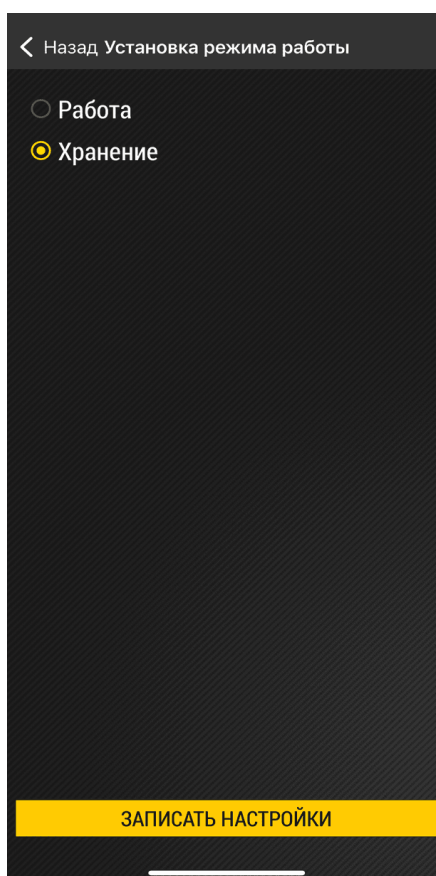

Рис.45. Включение режима «Хранение»
4. Затем выберите режим «**Хранение**» и нажмите кнопку «**Записать настройки**» (Рис.45).